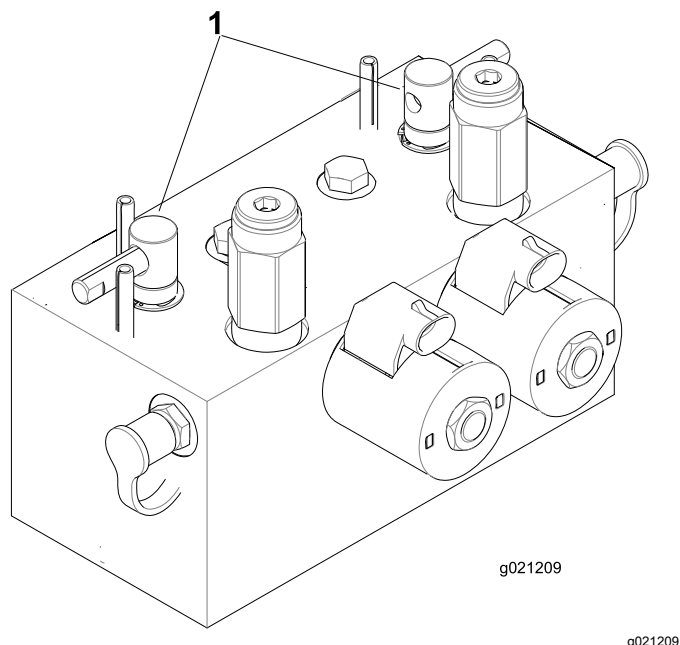

图74
2. 松开并提起座椅露出倒磨控制杆图74。
5. 选择前、后或同时两个倒磨控制杆确定哪些刀组需要倒磨图74。